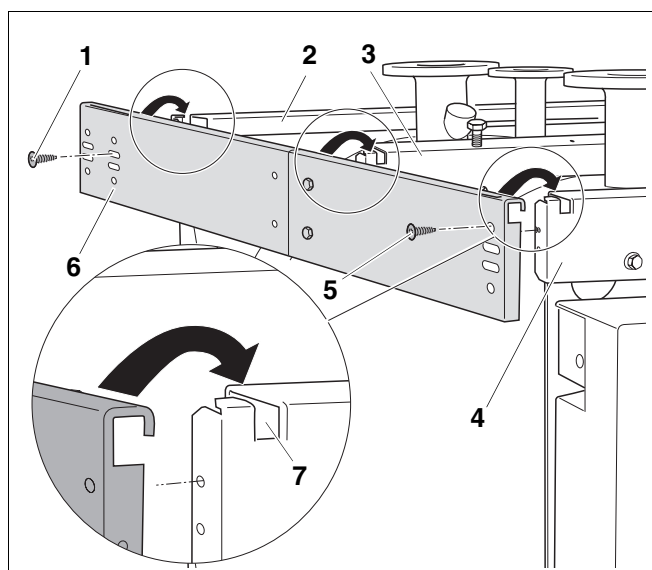

Fig. 17 Montage de la traverse latérale
Le montage de la traverse latérale gauche et de la traverse latérale droite est décrit ici avec l'exemple de la traverse latérale gauche (fig. 17, **pos. 1**). La traverse latérale droite doit être montée de la même manière.
- Accrocher la traverse latérale (fig. 17, **pos. 6**) dans les évidements (fig. 17, **pos. 7**).
- Visser la traverse latérale (fig. 17, **pos. 6**) par les perforations supérieures avec la vis (fig. 17, **pos. 5**) sur la traverse avant (fig. 17, **pos. 4**).
- Visser la traverse latérale (fig. 17, **pos. 6**) par la perforation longitudinale avec la vis (fig. 17, **pos. 1**) sur la traverse arrière (fig. 17, **pos. 2**).